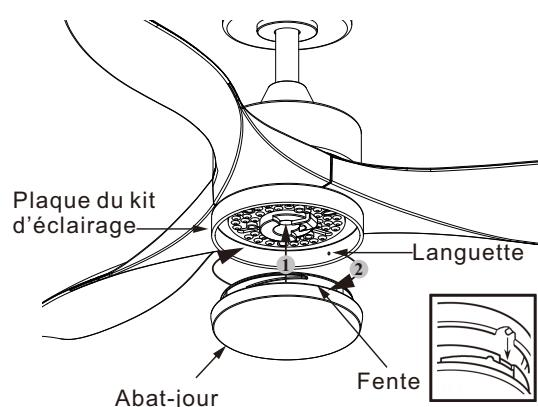

Figure 19
Étape 4 : Installer l'abat-jour contre la plaque du kit d'éclairage, puis le fixer au ventilateur en le tournant dans le sens horaire jusqu'à résistance modérée (**NE PAS SERRER EXCESSIVEMENT**). (Voir fig. 19)